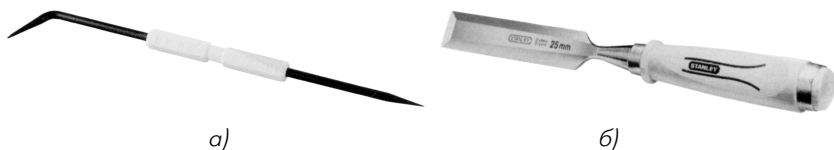

Рис. 1.9. Чертилка (а) и стамеска (б)
- чертилка для разметки изделий (рис. 1.9а). Это круглый пруток из инструментальной стали диаметром 3–4 мм и длиной 100–120 мм с острозаточенным концом;
- стамески разной ширины для вырубания отверстий и пазов в деревянных деталях (рис. 1.9б);